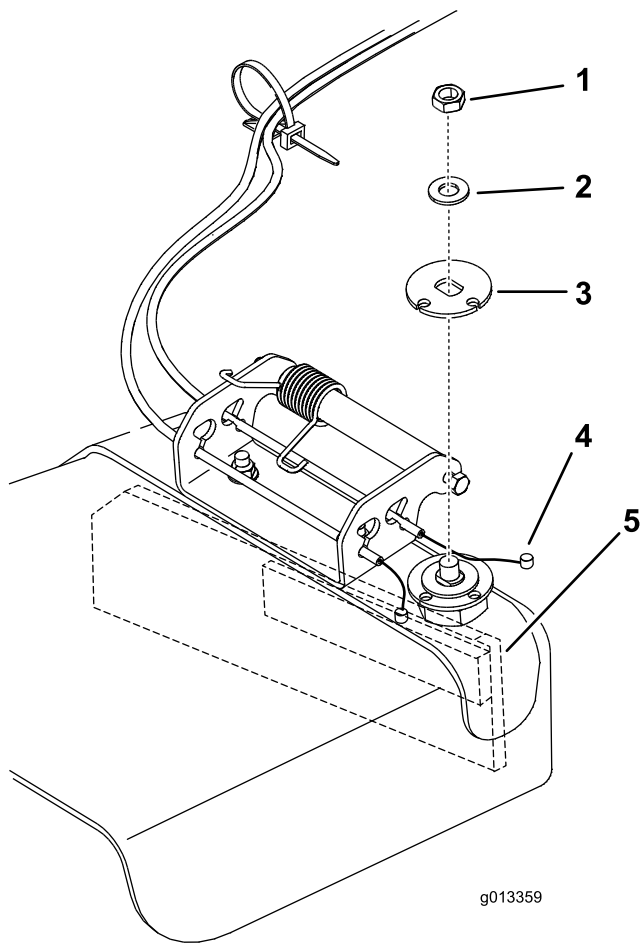

Figura 12
11. Sujetando el conjunto de la puerta, retire la contratuerca y deséchela (Figura 12).